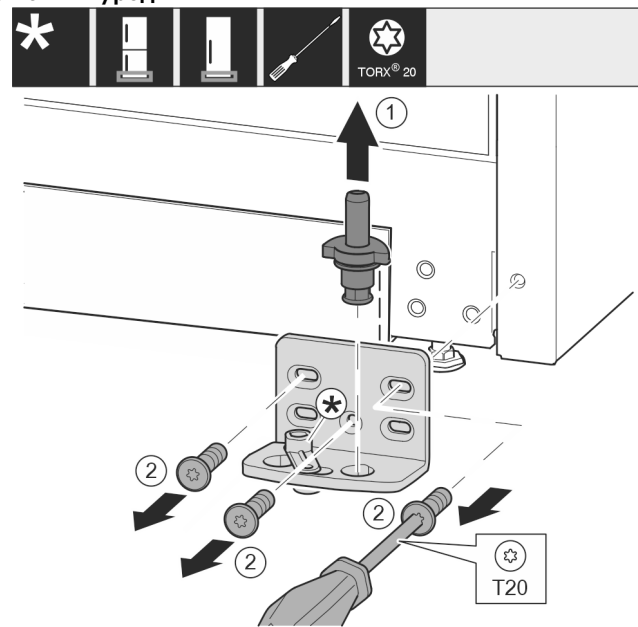

Fig. 11
- ▶ Извадете изцяло нагоре лагерния болт. Fig. 11 (1)
- ▶ Отвийте винтовете с отвертка T20 и свалете лагерната стойка. Fig. 11 (2)